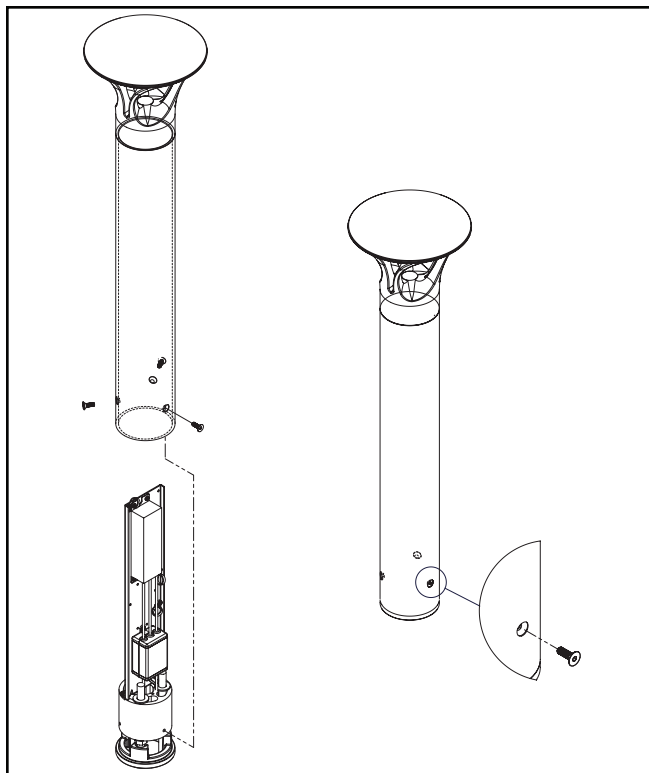

Figure 4.
13. Soulevez le luminaire et faites-le glisser par-dessus l'ensemble pilote de base, puis alignez les orifices inférieurs avec l'extrusion de la base. (Figure 4.)